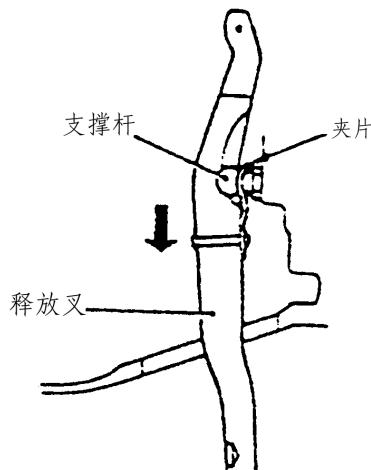

图 3-13 拆卸分离叉
(2) 拆卸分离叉时, 按图 3-13 所示箭头方向滑动分离叉, 使之从夹片中脱离支撑杆以拆除分离叉, 注意拆卸时不要损坏夹片。